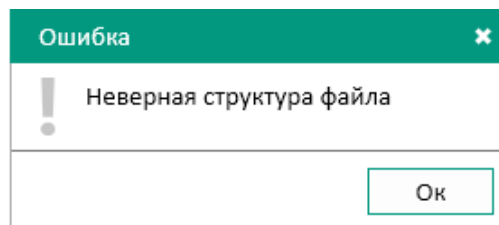

Рисунок 29
5.2.1 ПО устанавливается с помощью программы Smart Monitor. При установке ПО проверяются файлы на уникальные идентификаторы (контрольные суммы), подтверждающие, что они разрешены к установке. В случае несовпадения контрольных сумм файлов ПО выдается сообщение об ошибке (рисунок 29).